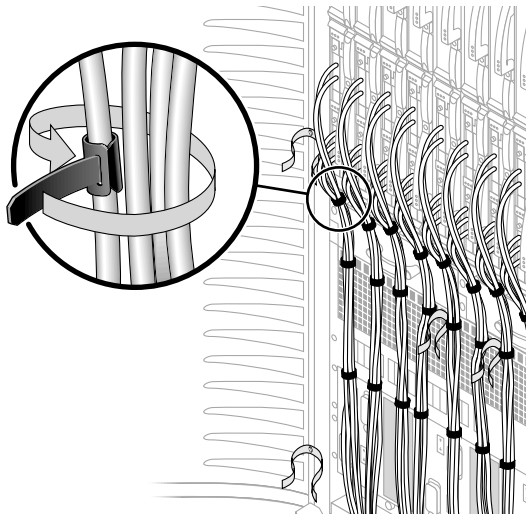

図 2 上部の I/O ケーブルの束
1. 各 I/O ケーブルセットに対して、I/O ボードの下部で、I/O ケーブルセットのいずれかのケーブルに、25.4 cm (10.0 インチ) の黒のケーブルストラップ (No. 5) をストラップの差し込み口に差し込んで取り付けます (図 2)。